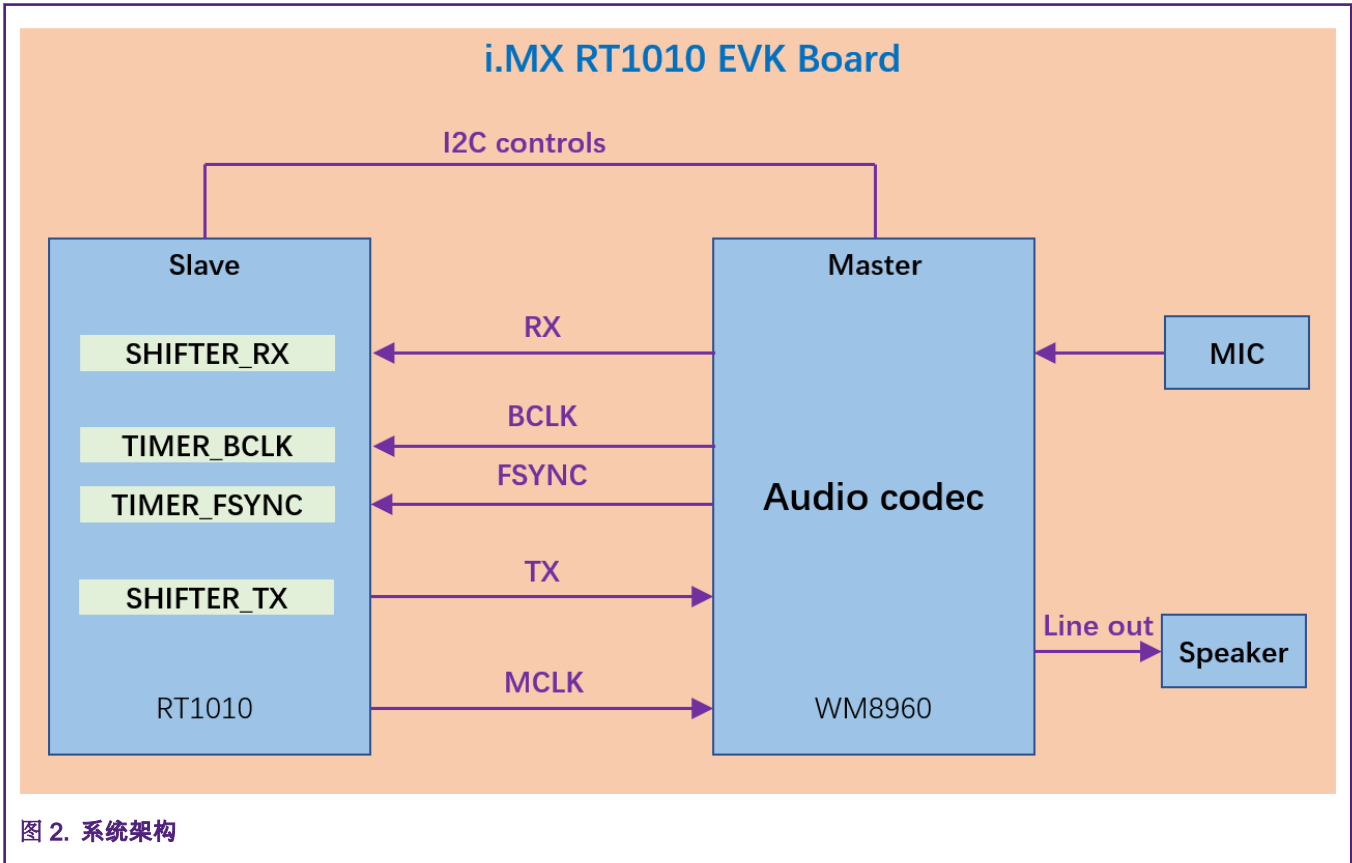

图 2. 系统架构
在本应用笔记中，例程的整个架构和 I²S 接口的连接关系如图 2 所示。i.MX RT1010 作为 I²S 的从机设备，利用 FlexIO 模拟了四根引脚，它们分别是 I²S 接口的 SDA_RX、SDA_TX、FSYNC (WS) 以及 BLCK。WM8960 编解码器作为 I²S 的主机设备，从麦克风接收音频信号，然后通过 SDA_RX 引脚将音频数据传输到 RT1010。RT1010 将接收的音频数据处理后，再通过 SDA_TX 引脚发送给 WM8960，WM8960 将 PCM 数据转成模拟信号交由扬声器播放。此外，RT1010 通过 I²C 接口对 WM8960 进行初始化配置操作。